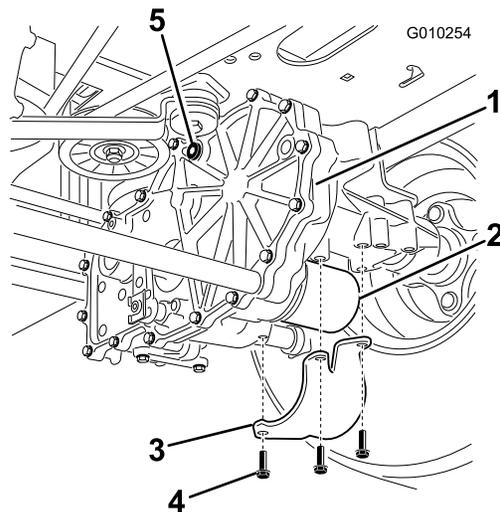

Figura 58
2. Localice el filtro y los protectores de cada sistema de tracción del transeje y retire los 3 tornillos que sujetan el protector del filtro (Figura 58).